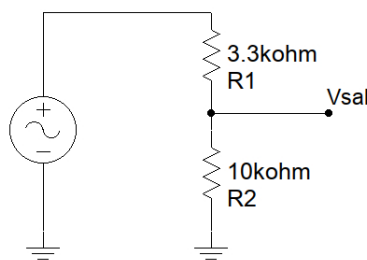

Figura 3: Circuito resistivo AC.
- A continuación armar el circuito de la Figura 3.